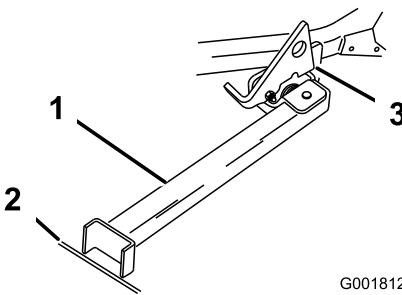

Figura 25
3. Alzate il dispositivo di chiusura. Portate il piede del supporto sul davanti e spostate il supporto verso la macchina, nell'intaglio inferiore (Figura 24e Figura 25).
4. Mettete a terra il piede del supporto ed appoggiate il dispositivo di chiusura sull'aletta orientabile (Figura 25).
- Nota:** Per ottenere risultati ottimali, appoggiate il piede del supporto nelle fessure del marciapiede o nel tappeto erboso (Figura 25).
6. Guidate sul supporto. Fermatevi quando il dispositivo di chiusura cade sull'aletta e si chiude (Figura 25). Una volta sul supporto, innestate il freno di stazionamento e spegnete il motore.